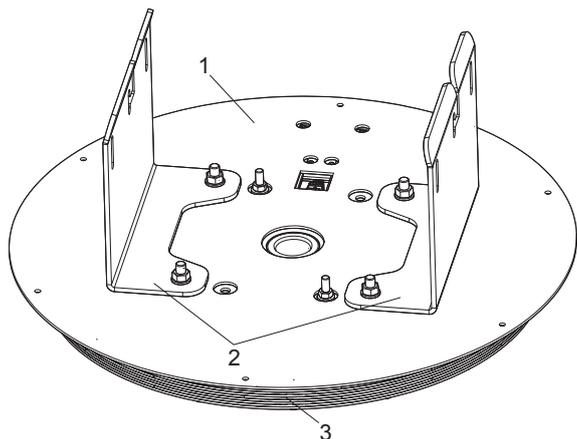

Рис. 54 Верхняя сторона привода
1. Установить пластину переходника (рис. 54/1) и угловой кронштейн (рис. 54/2) на верхнюю сторону привода (рис. 54/3), как показано на рис. 54 (набор винтов 34053201150). При этом необходимо контролировать моменты затяжки винтов.